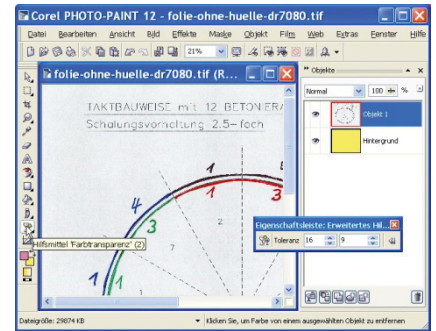

Abb. 10-42: Scan mit auffälliger Papierfarbe
Beim Scannen von Vorlagen mit schlechter Papierqualität oder beim Einsatz von hochwertigen Scannern, die sehr viele Farbnuancen - und somit auch die Papierfarbe - registrieren können, tritt der Effekt auf, dass der scheinbar weiße Papierhintergrund (Abb. 10-42) deutlich zu sehen ist. Unter Umständen sieht das Bild am Monitor gut aus und der unerwünschte
- Bilddatei öffnen ►► Das Bild wird zum *Hintergrund*. ► AF OBJEKT | OBJEKT AUS DEM HINTERGRUND ERSTELLEN ►► Ebene *Objekt 1* entsteht (Abb. 10-42).